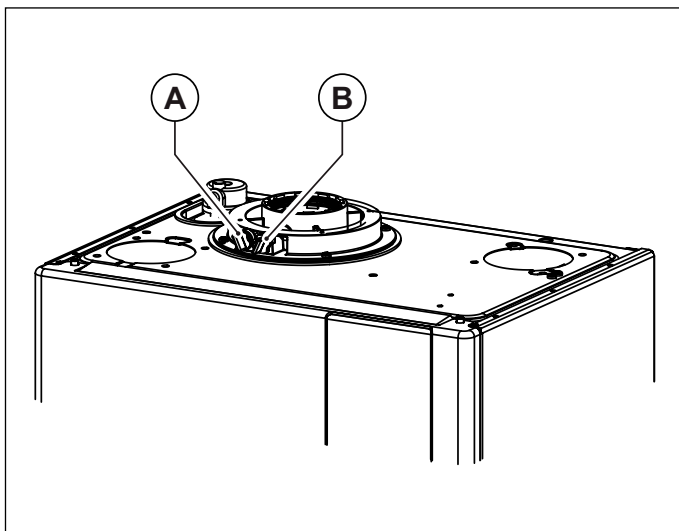
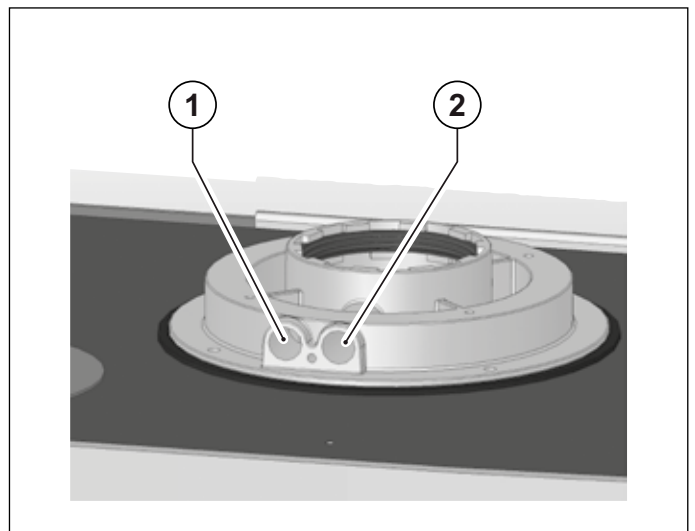

Fig. 15 Posición tapones
Fig. 16 Posición orificios
La caldera cuenta con una torre para la conexión de la tubería de aspiración del aire/evacuación de humos (ver Fig. 15 Posición tapones y Fig. 16 Posición orificios).
En la torre han sido preparados orificios para el acceso directo del aire de combustión y a la evacuación de los humos (ver Fig. 15 Posición tapones).
Antes de efectuar las mediciones quitar los tapones **A** y **B** de los orificios preparados sobre la torre (ver Fig. 15 Posición tapones).
- medida del aire comburente tomada en el agujero específico **1** (ver Fig. 16 Posición orificios).
- medición de la temperatura de los humos y del CO₂ tomada en el orificio **2** (ver Fig. 16 Posición orificios).